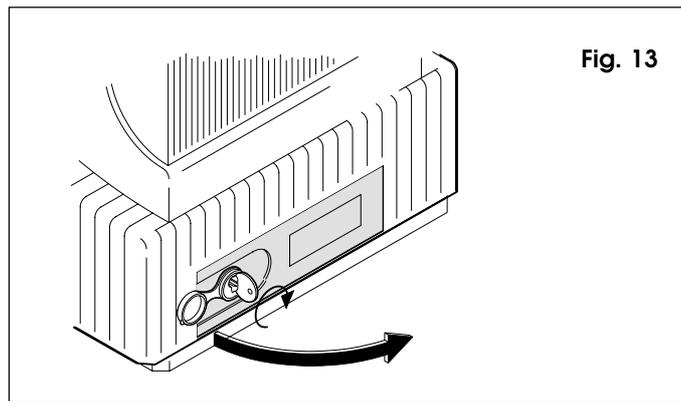

Fig. 13
- ôter le bouchon protecteur et insérer la clé fournie dans la serrure (fig.13);
- tourner la clé dans le sens des aiguilles d'une montre et ouvrir le capot du dispositif de déverrouillage comme indiqué fig.13.